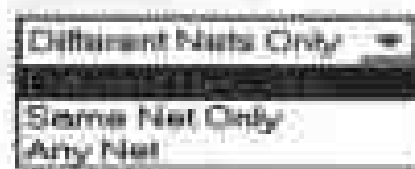

图 9-14 连接网络
3) **Connective** 选择项。Connective 选择项用于选择设计规则适用的网络条件，单击右端的下拉按钮列表，如图 9-14 所示，包括 Different Nets Only 项（规则只针对不同的网络，对于同一网络上的组件不作安全间距的检查），Same Net Only 项（规则指针对同一网络，对于不同网络上的组件不作安全间距的检查），Any Net（规则针对所有网络）。